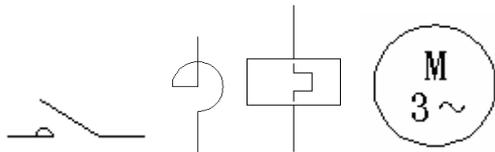

图 11-85 元器件图形符号
(1) 复制图形。选择菜单栏中的“文件”→“打开”命令，将“源文件\第 11 章\电气元件”中的接触器图形符号、电抗器图形符号、交流电动机图形符号等复制到当前绘图环境中，结果如图 11-85 所示。